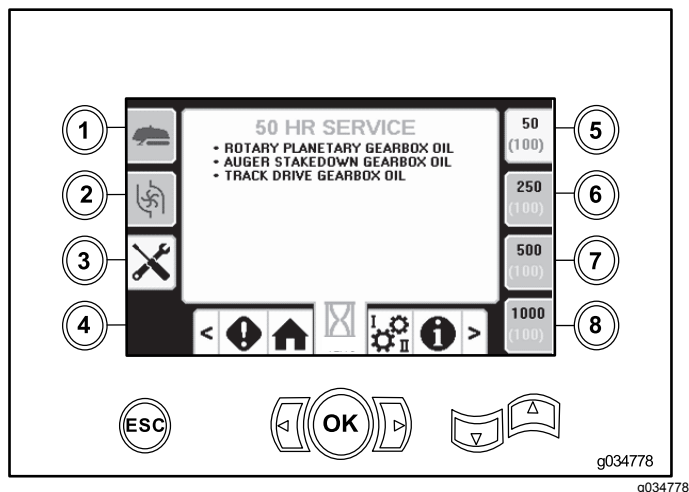

Figura 44
- Botão 5 – 50 horas (Figura 44)